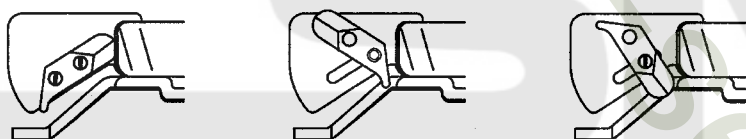

図 23
- カールを起こすきっかけつくる物で、生地に応じて位置、方向、厚みを変えてください。(図23参照)